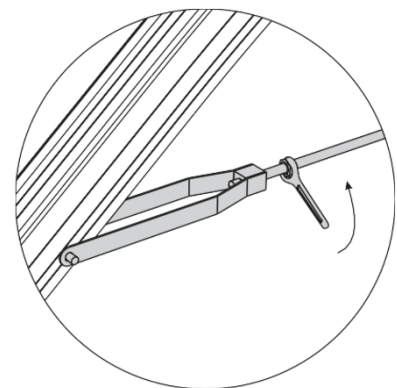

Abb.29
- Zugstange (9.0) mit einem Maulschlüssel SW 17 leicht unter Spannung setzen und die Pavillonhälfte gleichzeitig ausrichten! (Abb.29)
1. beginnend mit der inneren Mittelsprosse (Dach) (7.1) wird diese am unteren Druckring des Dachlüfters (11.0) mit einer Linsenblechschraube (B9.1) montiert. (Abb.29)